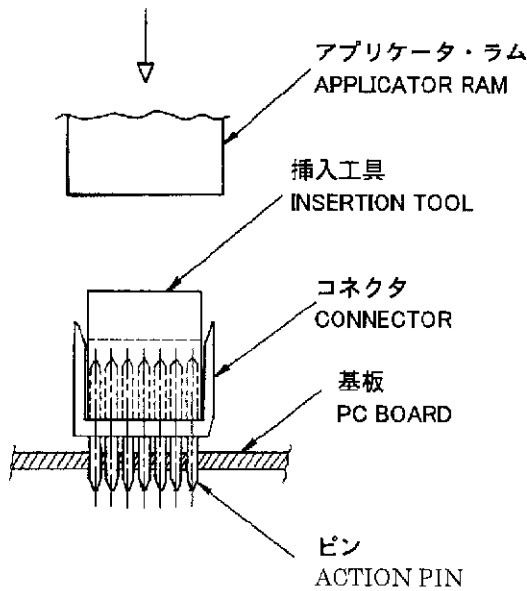

Fig.5
- (5) アプリケーター・ラムをゆっくり落とし、コネクタを基板に挿入します。(Fig.5)
- (6) アプリケーター・ラムを戻し、コネクタの挿入状態を確認してください。
- (7) 手順2)～4)を繰り返して操作すると、次のコネクタが挿入できます。
- (5) Lower the Applicator Ram slowly, then the Connector can be inserted. (Fig.5)
- (6) Return the Applicator Ram and check the insertion condition of the Connector.
- (7) Operate according to the procedure 2) ~4), the next Connector can be inserted.